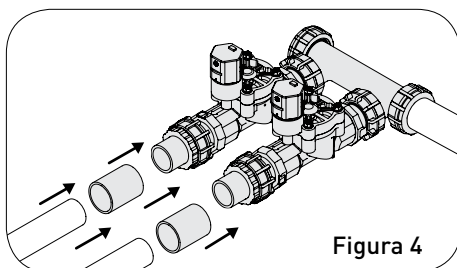

Figura 4
- Si el tubo de PVC es de 1", conéctelo al adaptador de transición mediante un acoplador (H) (Figura 4).